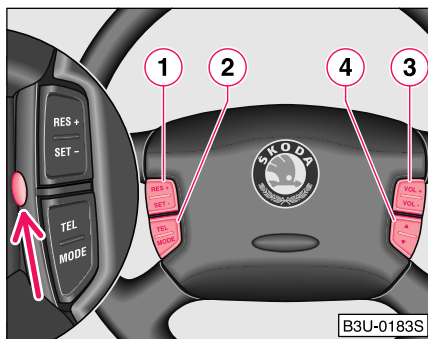

Fig. 115 Volan multifuncțional: taste
Tastele ①, ②, ③ și ④ ⇒ Fig. 115 fac posibilă comandarea funcțiilor principale ale sistemului de control al vitezei, radioului respectiv telefonului. În acest scop consultați informațiile din manualele respective de utilizare.
Sistemul de control al vitezei este comandat prin intermediul tastelor ① și ②, la configurația cu telefon doar de către tasta ① ⇒ Fig. 115.
- După atingerea vitezei dorite apăsați scurt tasta ① ⇒ Fig. 115 în poziția SET-. Autovehiculul păstrează viteza memorată fără a fi necesară apăsarea pedalei de accelerație.
- Viteza memorată poate fi micșorată apăsând tasta ① ⇒ pagina 131, Fig. 115 în poziția SET-. Dacă mențineți tasta apăsată, viteza se va micșora continuu. După atingerea vitezei dorite ridicați tasta. Astfel este preluată noua viteză memorată.
- Dacă ridicați tasta la o viteză mai mică decât 30 km/h, viteza nu va fi memorată, memoria se va șterge. Viteza trebuie rememorată după depășirea vitezei de 30 km/h prin apăsarea tastei ① în poziția SET. ▶
- Viteza memorată poate fi mărită apăsând tasta ① în poziția **RES+**. Dacă mențineți tasta apăsată, viteza va crește continuu. După atingerea vitezei dorite ridicați tasta. Astfel este preluată noua viteză memorată.
- Sistemul de control al vitezei poate fi oprit temporar, la configurațiile fără telefon, prin apăsarea tastei ② ⇒ pagina 131, Fig.115 în poziția **CANCEL**, la configurațiile cu telefon prin apăsarea întrerupătorului ③ în poziția intermediară **OFF** ⇒ pagina 123.
- Viteza memorată poate fi reluată prin apăsarea tastei ① în poziția **RES+**.
⇒ pagina 131, Fig.115.